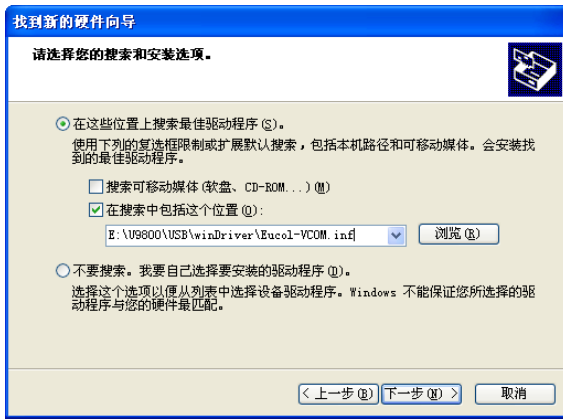

图 5-7 指定驱动文件
- 然后再单击“下一步”，选择驱动文件的正确路径(我公司提供的 Eucol-VCOM.inf 和 usbser.sys 文件所在的路径)，如图 5-7，单击“下一步”即可成功安装 USB CDC 驱动。